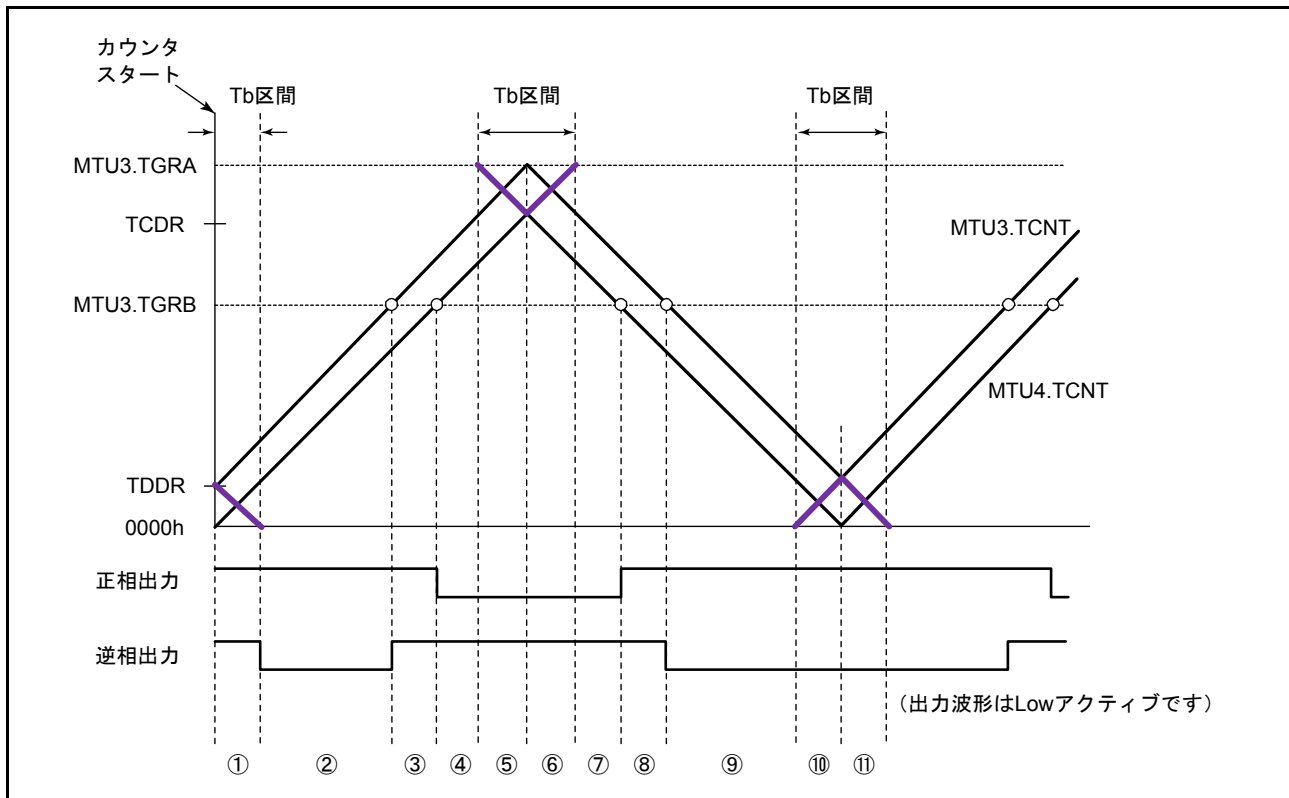

図 22.56 同期カウンタクリアタイミング
WRE ビットを“1”に設定することで初期出力を抑止することができるのは、同期クリアが図 22.56 の⑩、⑪のような谷の T_b 区間に入ってきたときのみです。それ以外のタイミングで同期クリアが起こった場合は、TOCR1 レジスタの OLSN、OLSP ビットで設定した初期値が出力されます。また、谷の T_b 区間であっても、図 22.56 の①で示すカウンタスタート直後の初期出力期間で同期クリアが起こった場合には、初期出力の抑止は行いません。
(図 22.56 のタイミング⑥、MTU の TWCR レジスタの WRE ビット=“1”)
(図 22.56 のタイミング⑧、TWCR レジスタの WRE ビット=“1”)
(図 22.56 のタイミング①、TWCR レジスタの WRE ビット=“1”)